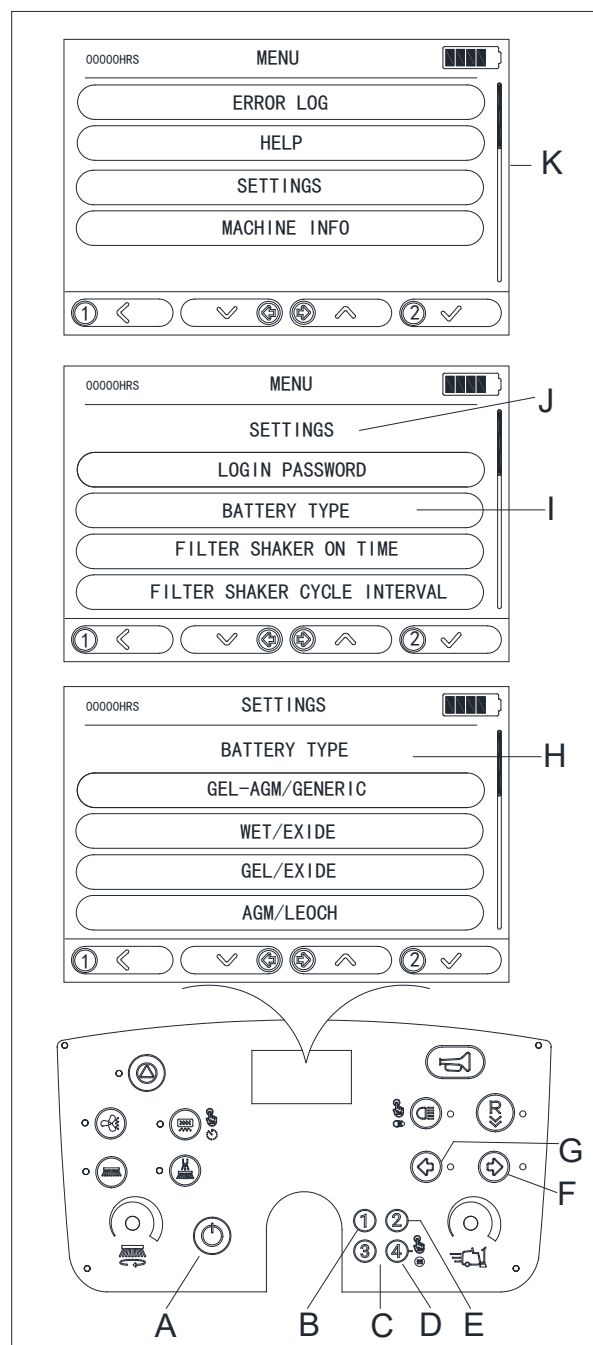

Figura 6
1. Pressione o botão de energia (A, Figura 6).
2. Utilize o terminal do PIN de 4 dígitos (C, Figura 6) para introduzir a senha. A senha padrão é 1234.
3. Após iniciar sessão com sucesso, mantenha premido o botão ④ (D, Figura 6) durante 2 segundos para entrar na interface do MENU (K, Figura 6).
4. Na interface do MENU, pressione o botão ① (B, Figura 6) para voltar ao menu anterior, pressione o botão esquerdo do indicador (G, Figure 6) para deslocar-se para baixo, pressione o botão direito do indicador (F, Figure 6) para deslocar-se para cima, selecione "CONFIGURAÇÕES" e, em seguida, pressione o botão ② (E, Figura 6) para confirmar a seleção e entrar na interface de CONFIGURAÇÕES (J, Figura 6).
5. Na interface de CONFIGURAÇÕES (J, Figura 6), selecione TIPO DE BATERIA (I, Figura 6) para entrar na interface de configurações de TIPO DE BATERIA (H, Figura 6).
6. Pressione o botão esquerdo do indicador (G, Figura 6) para deslocar para baixo, pressione o botão direito do indicador (F, Figura 6) para deslocar para cima, escolha o tipo de bateria de acordo com as baterias instaladas e, em seguida, pressione o botão ② (E, Figura 6) para atualizar a alteração.